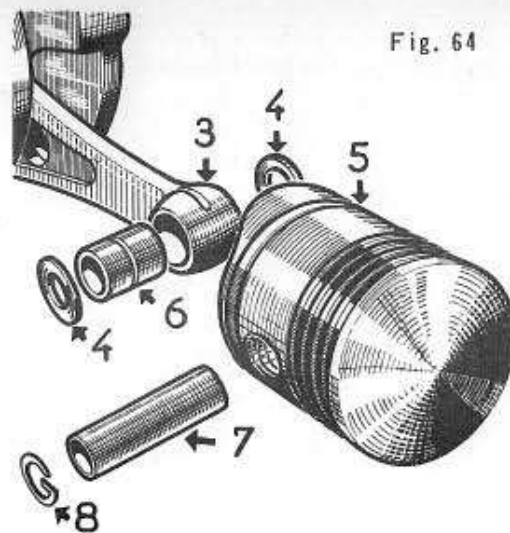

Fig. 64
- 8) Vérifier si la bague (6 - Fig. 64) coulisse gras dans le pied de bielle et si l'axe (7) coulisse également gras dans cette bague. Placer l'axe (7) de piston sur l'outil Wilmonda DAW et visser l'embout sur celui-ci.
Dans ce cas, il faut : 1°/ **éliminer** les axes de diamètre 22, les bagues, les rondelles et les joncs (voir Fig. 64).